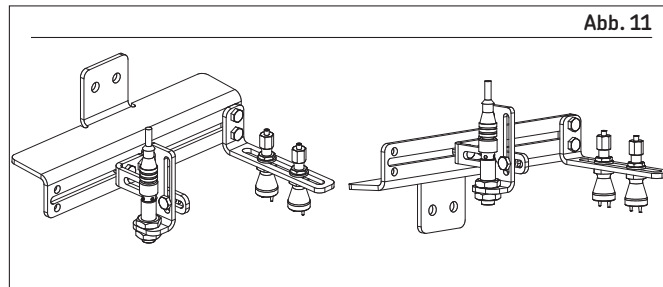

Abb. 11
- 1 Halterung aufbauen und befestigen. Gemäß der Form der Kette kann die Halterung zwei verschiedener Weise befestigt werden (→ **Abb. 11**).